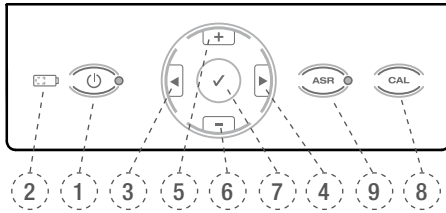

Fig. 4 Tastatura
- fie se apasă tasta **CONFIRMARE** ✓ (7), Fig. 4 timp de 1,5 secunde pentru pornirea micromotorului. Micromotorul poate fi oprit prin apăsarea oricărei taste sau prin acționarea întrerupătorului pedală. Pentru a face economie de curent de baterie, la funcționarea cu tasta **CONFIRMARE** ✓, micromotorul se oprește automat după 5 minute de neutilizare.
Apăsați tasta **PORNIRE/OPRIRE**, pentru a opri aparatul. Ledul bateriei (2), Fig. 4 nu este aprins, în afara cazului când bateria este în curs de încărcare.
Calibrarea **CAL** (8), Fig. 4 a micromotorului reglează automat valoarea turației pentru a asigura exactitatea cuplului, dacă este schimbat micromotorul sau dacă este schimbată, auto-clavizată și/sau lubrifiată piesa contraunghi.